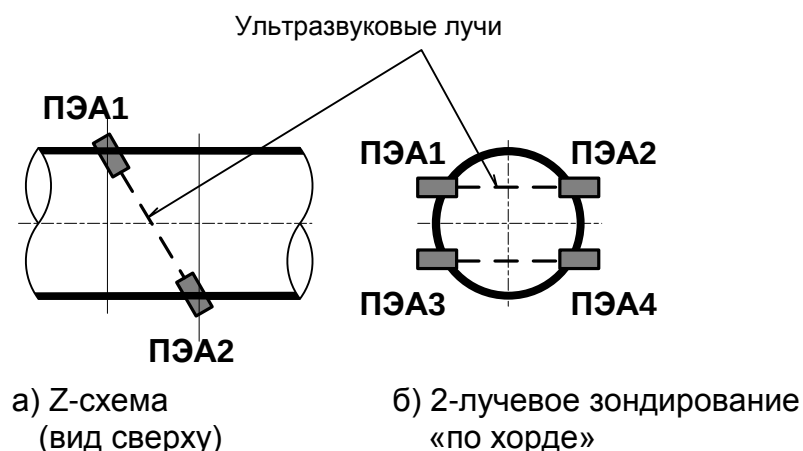

Рис. 2. Расположение пар ПЭА по сечению трубопровода.
1.5.1.3. В расходомере реализовано двухлучевое зондирование потока контролируемой жидкости по Z-схеме (рис.2а). На один трубопровод (измерительный участок) «по хорде» устанавливаются две пары врезных ПЭА (рис.2б).